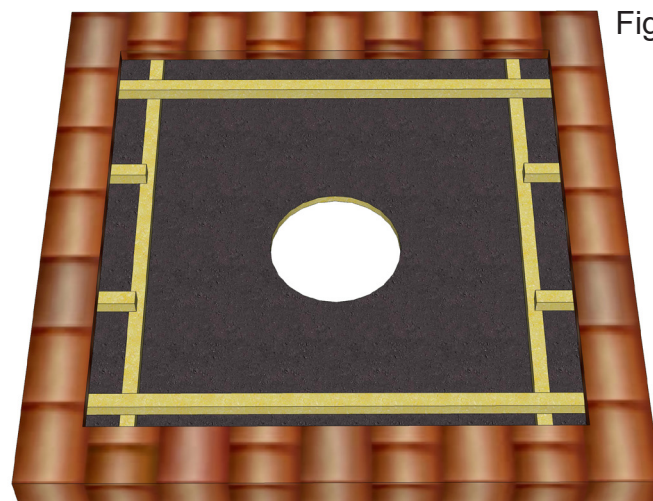

Fig.39
2. Börja med att ta bort ströläkt och bärläkt i erforderlig omfattning, skär upp tjärpappen så att underbeslagets översta del kan skjutas in under tjärpappen (Se Fig 39). Placera underbeslaget på underlaget med avståndet 36 cm mellan den nedersta gaveln och den översta gaveln, placera underbeslaget (OBS. du måste mäta ut detta mått vågrätt, dvs med vattenpass liggande på den översta gaveln) med överlappningen rätt så att inget kondensvatten kan rinna in i beslaget utan förbi överlappningen (om du använder fasta underbeslag kan inget kondensvatten komma in i underbeslaget).